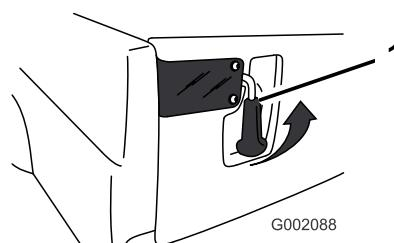

Bild 26
- Heben Sie die Riegelgriffe an, um die Riegel an der hinteren Bordwand zu öffnen (Bild 26). Diese schnappen dann in Richtung der Mitte der hinteren Bordwand aus. Senken Sie die hintere Bordwand langsam ab.